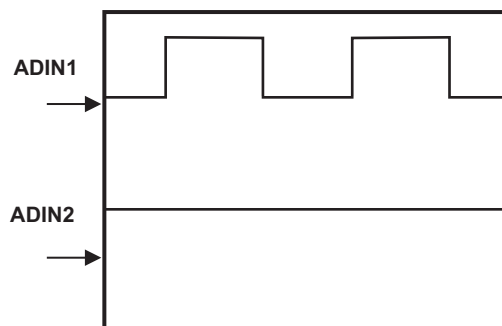
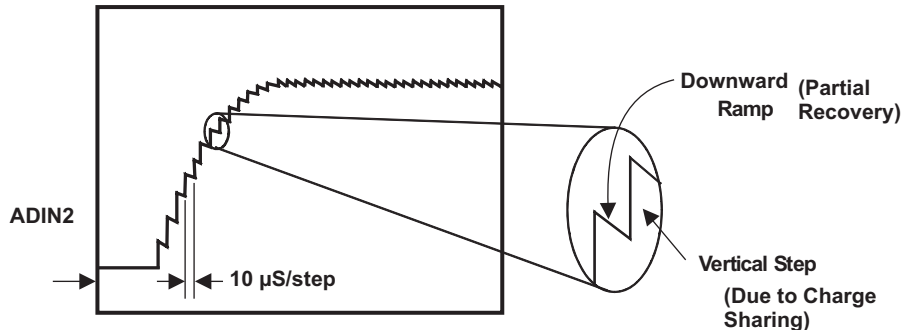

图 4. 足够稳定时间
图 6. 仔细检查边沿
在图 4 至图 6 中，人为制造的示波器照片用来演示 C_{samp} 没有足够稳定时间所带来的影响。例如，在一个 10μs 组周期转换时间内，有两个正在按顺序转换的通道。第一个通道上有一个 100Hz 的方波，第二个通道是一个直流 (DC) 信号。